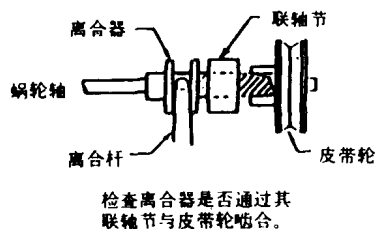

图1-15
3. 最后, 检查离合杆与离合器的位置关系以及离合器与皮带轮的位置关系均是否符合图1-15所示的规定要求。